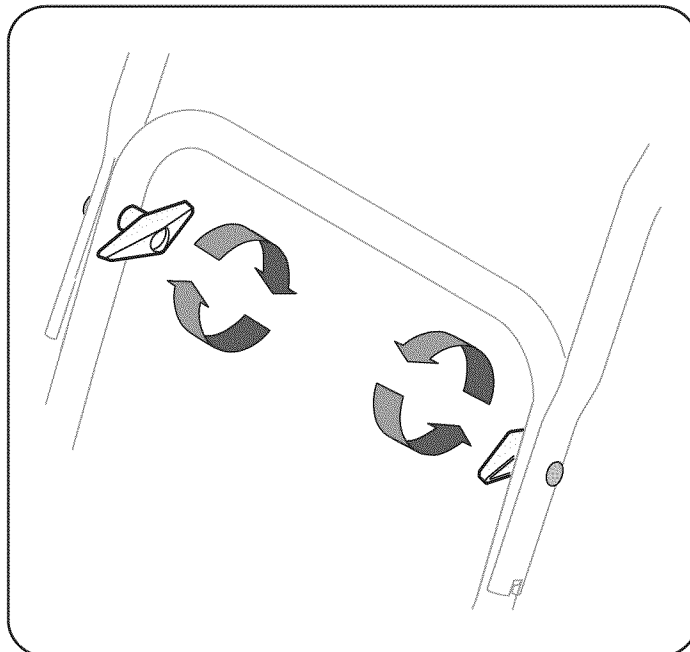

Figura 2
3. Asegure la manija ajustando la perilla a mariposa de plástico situada en los lados izquierdo y derecho de dicha manija. Vea la figura 2. Retire y descarte todos las bandas de plástico, si las hubiera. Únicamente se utilizan para el empaque.